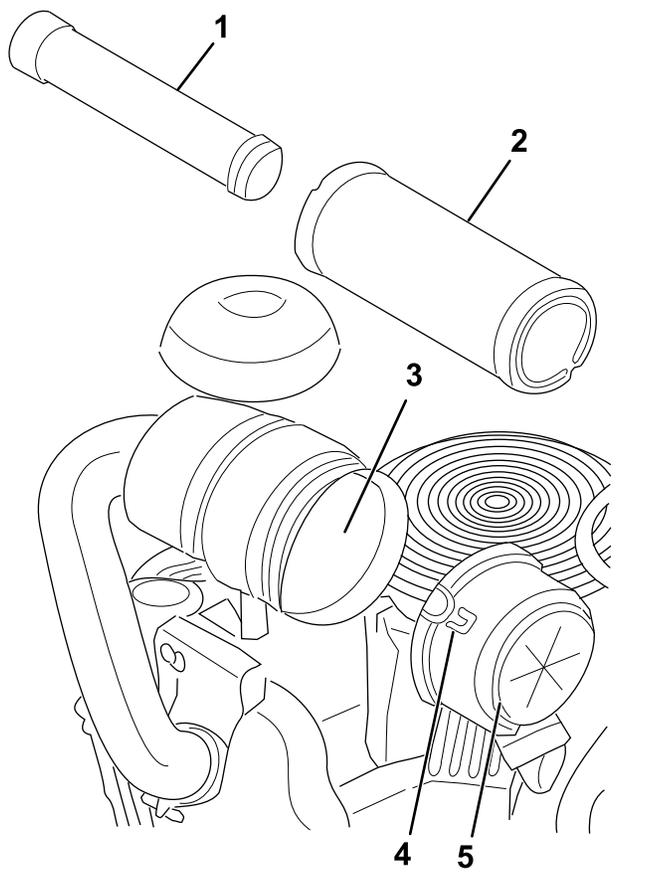

Figura 43
3. Abra los cierres del limpiador de aire y tire de la tapa de la entrada de aire para separarla del cuerpo del limpiador de aire (Figura 43).
2. Si va a cambiar el filtro interno, deslícelo cuidadosamente en el cuerpo del filtro (Figura 43).
3. Deslice cuidadosamente el filtro primario por encima del filtro de seguridad (Figura 43).
4. Instale la tapa del limpiador de aire y fije los cierres (Figura 43).
5. Extraiga con cuidado el filtro primario de la carcasa del limpiador de aire (Figura 43).